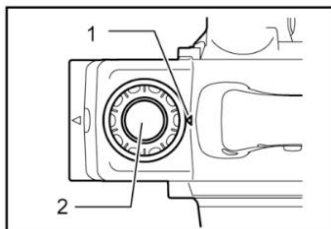

РИС.1
2. Рубанок поставить на ровную поверхность. Ручку регулировки вращать налево до тех пор, пока подошва рубанка не будет полностью прилегать к поверхности. Маркировка "0" регулировочной ручки при этом должна совпадать с указателем 1 на корпусе инструмента. Желаемая глубина резки устанавливается путем вращения ручки 2 по часовой стрелке в направлении стрелки до максимального допустимого значения равного; (для EDR600 – 1.5 мм, для EDR800 – 2.0 мм EDR1100 - 3.0 мм). (Рисунок 1) Деления на ручке служат ориентировочными значениями.